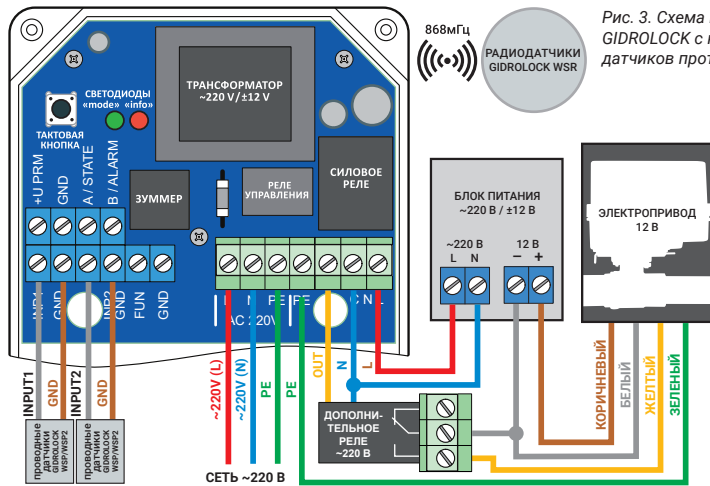

Рис. 3. Схема подключения шарового электропривода GIDROLOCK с напряжением питания 12 В и проводных датчиков протечки воды GIDROLOCK WSP или WSP2.
5.2 Проводные датчики протечки воды WSP подключаются к клеммам: **INP1** и **GND** – первая зона контроля, **INP2** и **GND** – вторая зона контроля (рис. 3 и 4).
5.4 Схема подключения электропривода GIDROLOCK напряжением питания 12В приведена на рис. 3. В этом случае необходимо использовать внешний блок питания (адаптер) ~220 В / ±12 В и дополнительное реле 220 В.